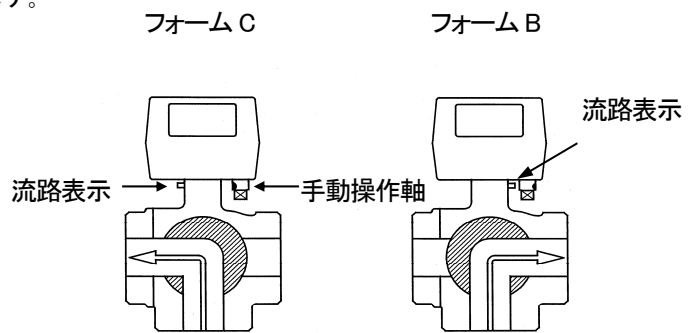

図 34
- ① 手動操作はモンキーレンチ等を使用します。
- ② アクチュエータ下部の手動操作軸(口 5.7)をモンキーレンチ等でゆっくり回します。
- ③ フォーム C からフォーム B(図 34) 操作軸をアクチュエータ上部から見て反時計回り方向に約 630° (1.75 回転)回すと、バルブはフォーム C からフォーム B に流路を変更します。また、流路表示も図 34 のとおり左から右に移動します。
- ④ フォーム B からフォーム C 操作軸をアクチュエータ上部から見て時計回り方向に約 630° (1.75 回転)回すと、バルブはフォーム B からフォーム C に流路を変更します。また、流路表示も右から左に移動します。